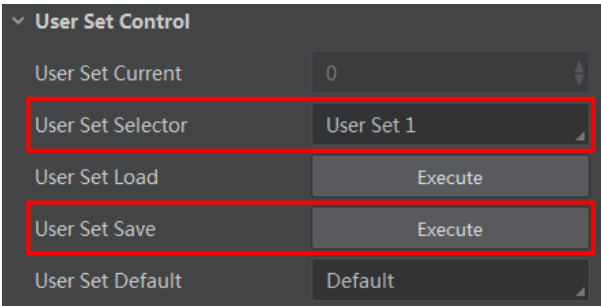

图8-20 保存参数设置
- 保存参数：修改参数后，通过 *User Set Selector* 参数下拉选择其中 1 套 *User Set* 参数，单击 *User Set Save* 处的“Execute”，即可将参数保存到用户参数中，如图8-20所示。